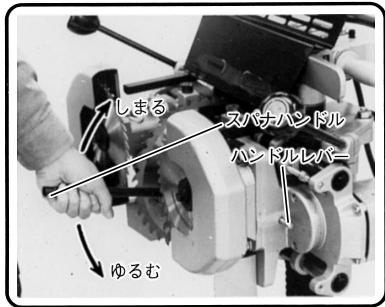

図 18
- (1) スピンドルを付属のハンドルレバーで固定します。（図18参照）
- (2) 付属のL形レンチを付属のスパナハンドルにさし込み、のこ刃取付けねじに取付けます。
- (3) スパナハンドルを両のこ刃で締付けます。